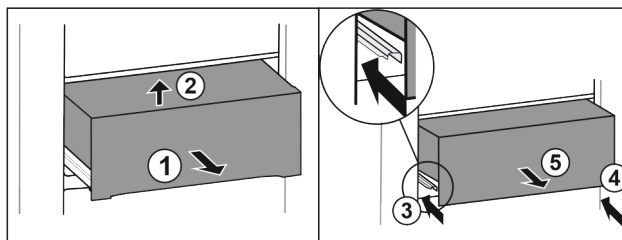

Fig. 42
- ▶ Вытяните выдвижной ящик наполовину. Fig. 42 (1)
- ▶ Приподнимите выдвижной ящик спереди. Fig. 42 (2)
- ▶ Вставьте левую направляющую. Fig. 42 (3)
- ▶ Вставьте правую направляющую. Fig. 42 (4)
- ▶ Извлеките выдвижной ящик движением вперед. Fig. 42 (5)